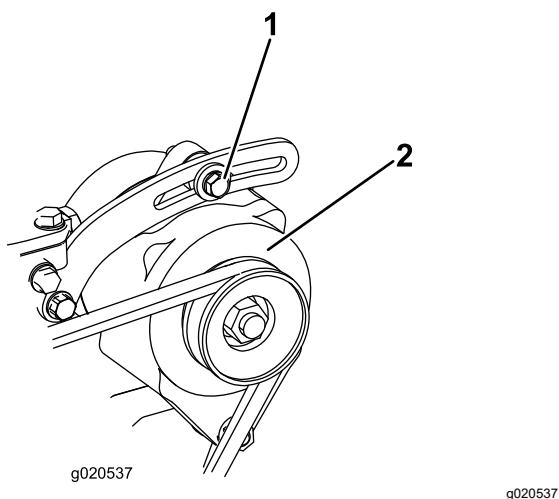

Рисунок 90
1. Если прогиб не равен 10 мм, ослабьте болты крепления генератора (Рисунок 90).